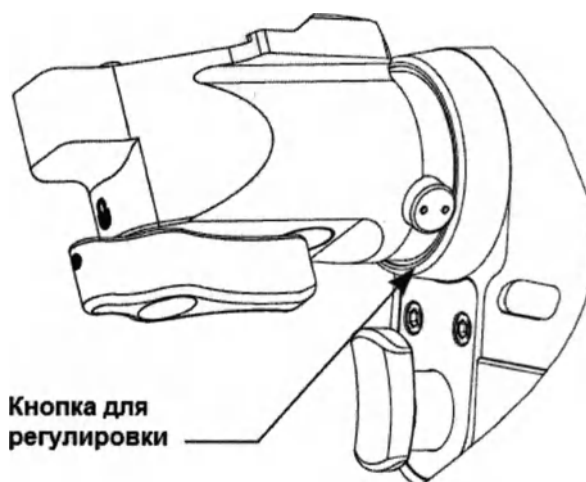

Рис. 4 – Для регулировки головки нажмите кнопку
1. Зажмите и удерживайте кнопку для регулировки; поверните сагиттальную головку на желаемый угол резки (см. рис. 4).